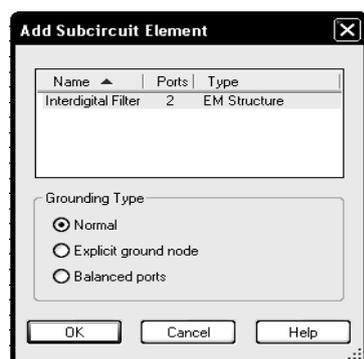

Рис. 5.38
- Щёлкните мышкой по значку Subcircuit на панели инструментов или выберите в меню Draw>Add Subcircuit. Откроется диалоговое окно с перечнем всех имеющихся в проекте подсхем (рис. 5.38).